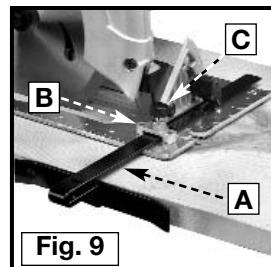

Fig. 9
1. Insérez le guide de refente (A) Fig. 9 par les fentes située sur le côté droit (B) de la base de la scie. Faites le glisser jusqu'à ce qu'il dépasse par la fente située sur le côté gauche de la base.